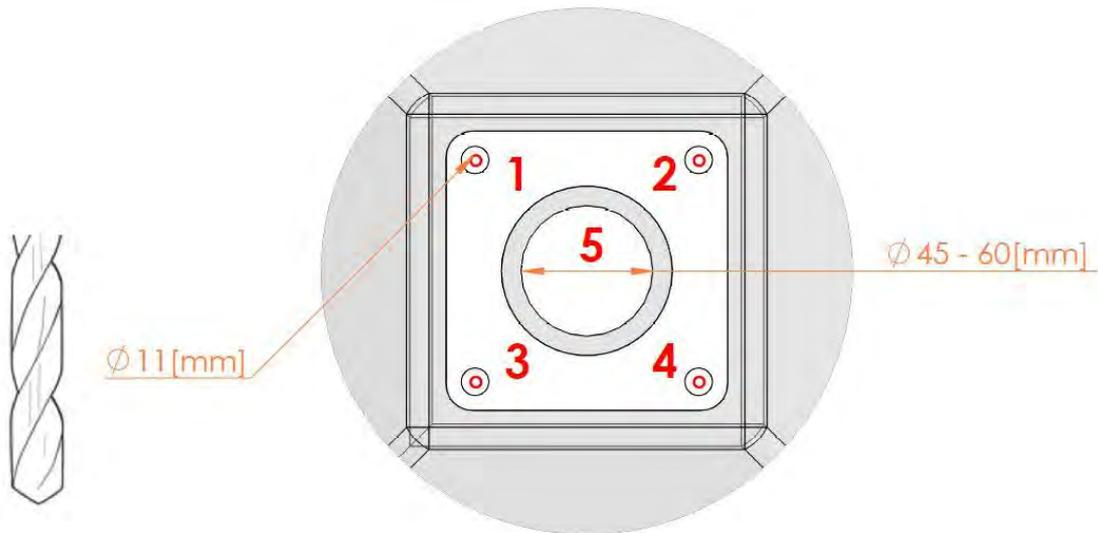
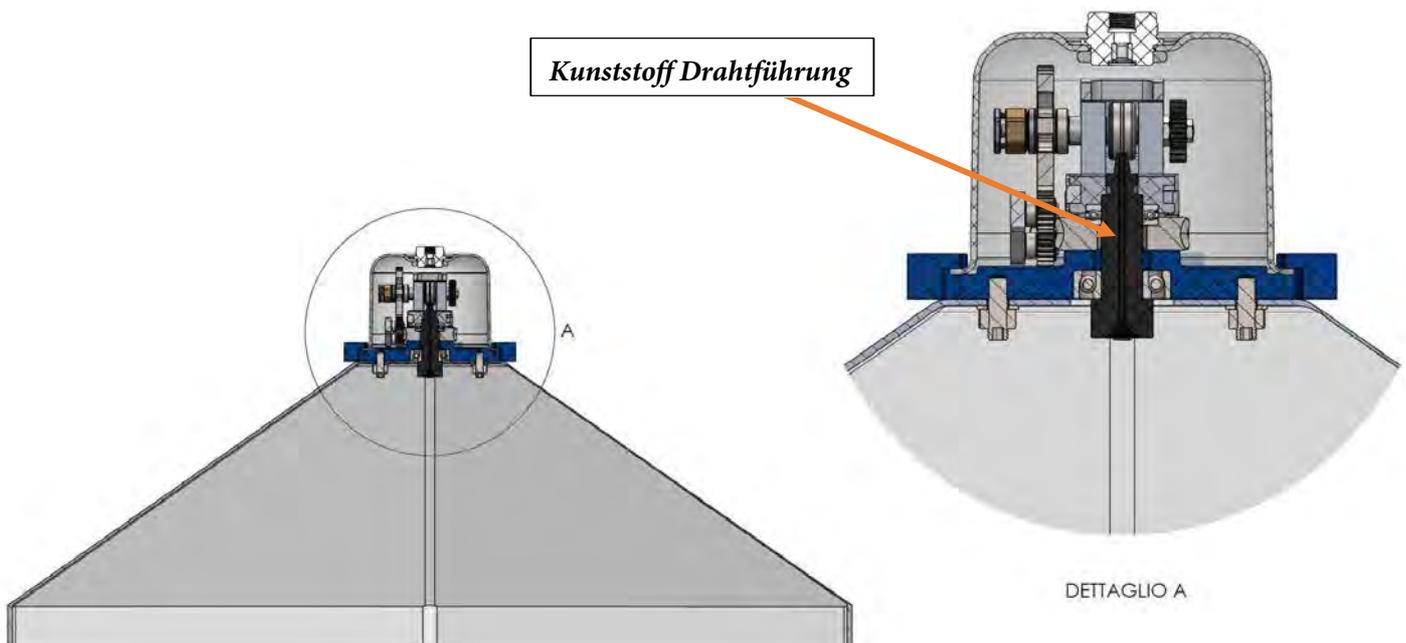

Abbildung 8
Abbildung 11
2. 1. Bohren Sie die Haube sorgfältig gemäß den in Abbildung 8 gezeigten Durchmessern;
Das zentrale Loch Nr. 5 (Abbildung 8) der Haube muss unter Einhaltung des angegebenen Durchmessers (mindestens 45, höchstens 60 mm) gebohrt oder geschnitten werden. Das Bohren eines Lochs mit einem kleineren Durchmesser als dem unten angegebenen kann die Funktion des Geräts beeinträchtigen, da die freie Drehung des Twisters verhindert werden kann. (Abbildung 11).
5. Befestigen Sie zum Schluss den Twister, indem Sie die Muttern wieder festziehen und auf die richtige Positionierung der Unterlegscheiben achten. (Abbildung 11).